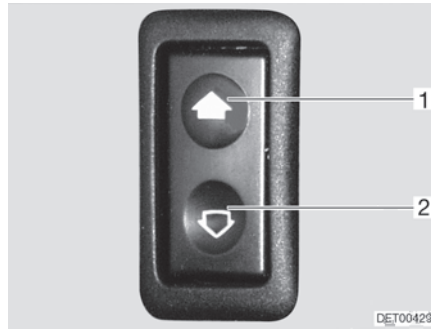

Bild 45 Reglage för elmanövrerad fönsterhiss
- Öppna:** ■ Tryck nedtill (Bild 45,2) på kontakten.
- Stänga:** ■ Tryck upptill (Bild 45,1) på kontakten.